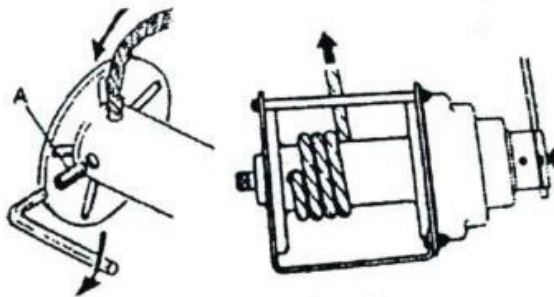

Рис. 3
**Монтаж троса для лебедки 1 т** (см. рисунок 3) - ослабьте фиксирующий болт или установочный винт и вставьте конец троса в барабан на 72 мм до конца троса. Плотно затяните фиксирующий болт.